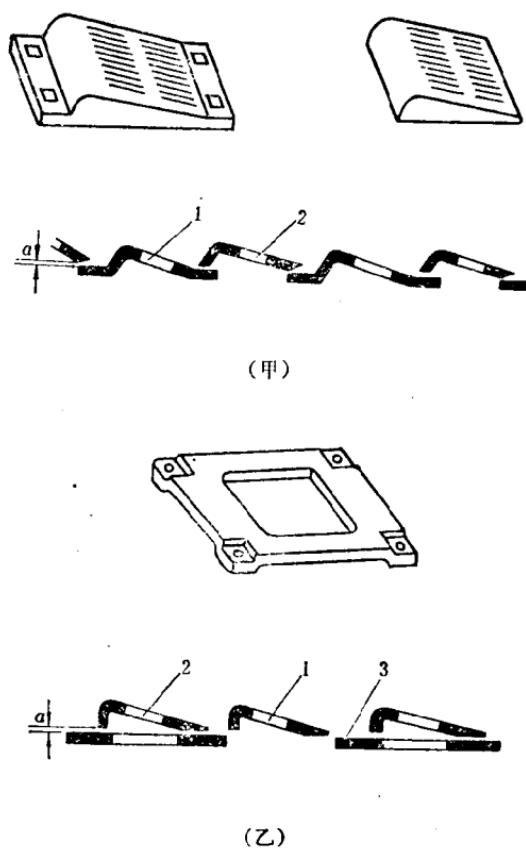

图 2-6 篦板及托板
1. 篦板型式：篦板均为楔形，但固定篦板两端带有翼边（图2-6甲），活动篦板在两块固定篦板的翼边上摆动。此型式安装简便，但制作复杂。另一种是用一块中空托板代替固定篦板两翼边，活动篦板在托板上摆动（图2-6乙），该型式在检修中仅更换托板，铸造方便，也节约钢材消耗。